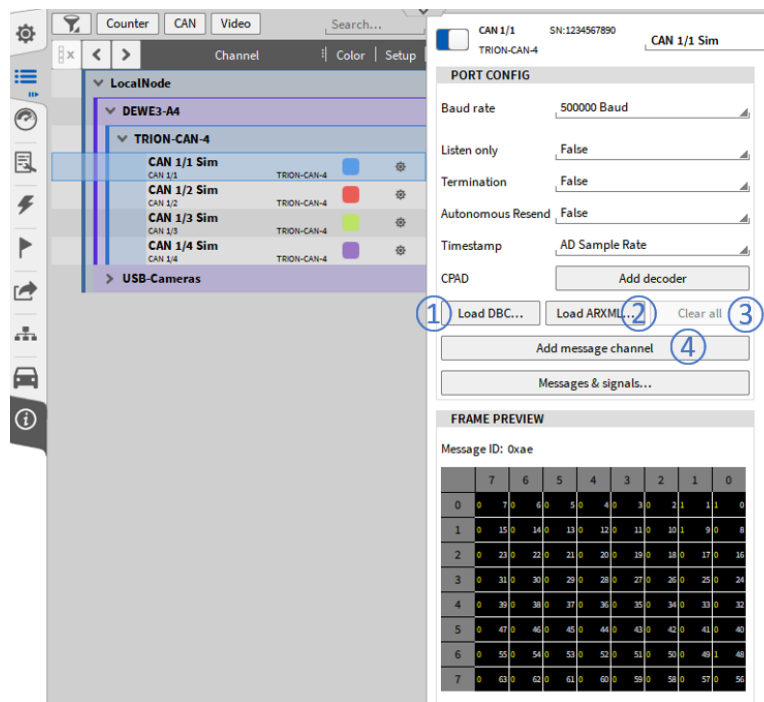

Abb. 7.190: CAN-Port-Konfiguration
Nach der ordnungsgemäßen Konfiguration des CAN-Ports muss der CAN-Stream dekodiert werden (siehe ① in Abb. 7.190) oder *ARXM laden...* (siehe ② in Abb. 7.190).
Sie können alle dekodierten Nachrichten und Kanäle löschen, indem Sie die Schaltfläche *Clear all* in der CAN-Port-Konfiguration drücken (siehe ③ in Abb. 7.190).
Wenn eine oder mehrere auf dem CAN-Bus verfügbare Nachrichten nicht in der ausgewählten dbc- oder arxml-Datei definiert sein sollten, können Sie diese manuell hinzufügen, indem Sie auf *Add message channel* (siehe ④ in Abb. 7.190) klicken und die richtigen Einstellungen im CAN-Nachrichten-Setup definieren. Weitere Details finden Sie im folgenden Abschnitt *CAN-Nachrichten Setup*.